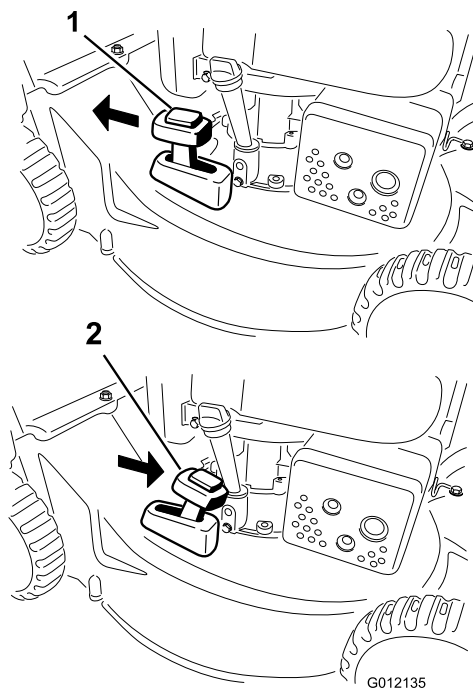

Figura 16
2. Pulse el botón situado en la palanca de Reciclado/ensacado y mueva la palanca al modo de **reciclado** (modelo 20836 solamente) (Figura 16).
2. Para ensacar los recortes de hierba, instale la bolsa de recortes (consulte Instalación de la bolsa de recortes). Pulse el botón situado encima de la palanca de Reciclado/ensacado y mueva la palanca al modo de **ensacado** (modelo 20836 solamente) (Figura 16).
**Nota:** La palanca de reciclado/ensacado debe estar en el modo de **ensacado** (Figura 16).